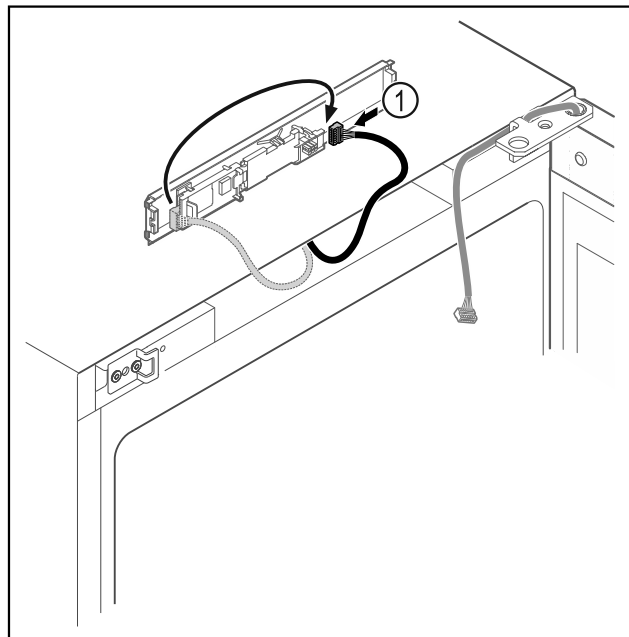

Fig. 19
- ▶ Переставити штекер Fig. 19 (1) на плиті.